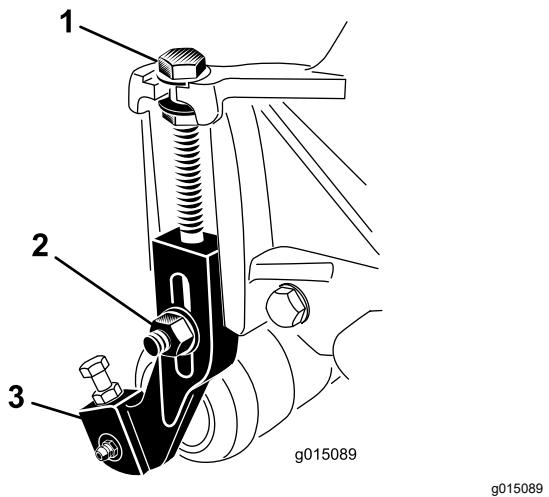

Figure 14
- Desserrez les contre-écrous qui fixent les supports de hauteur de coupe aux plaques latérales de l'unité de coupe (Figure 14).